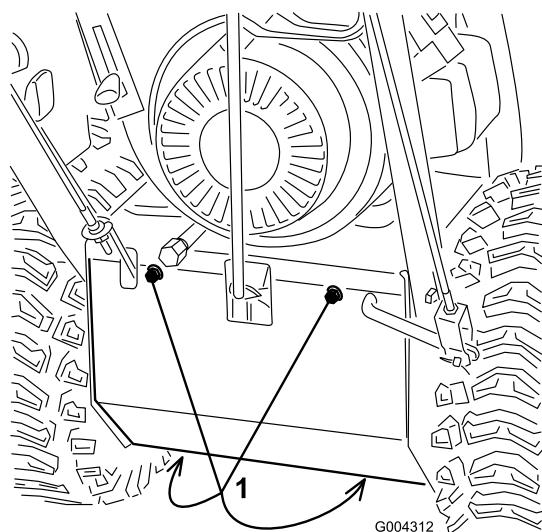

Figure 33
3. Retirez les 4 boulons à embase qui fixent la plaque de protection inférieure au châssis, et déposez la plaque (Figure 33).
- Retirez les 4 boulons à embase qui fixent la plaque de protection inférieure et déposez la plaque (Figure 33).
6. Retirez les 4 boulons à embase qui fixent la plaque de protection inférieure au châssis, et déposez la plaque (Figure 33).